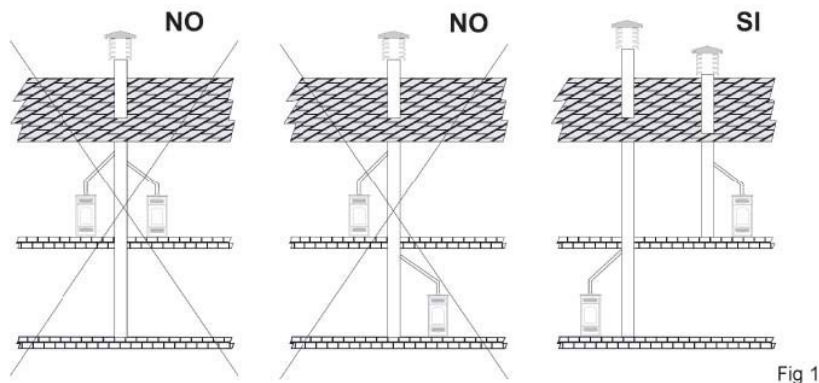

Fig 1
- Il ne devra être connecté à aucune autre cheminée, chaudière ou hotte aspirante de tout type (Fig. 1)